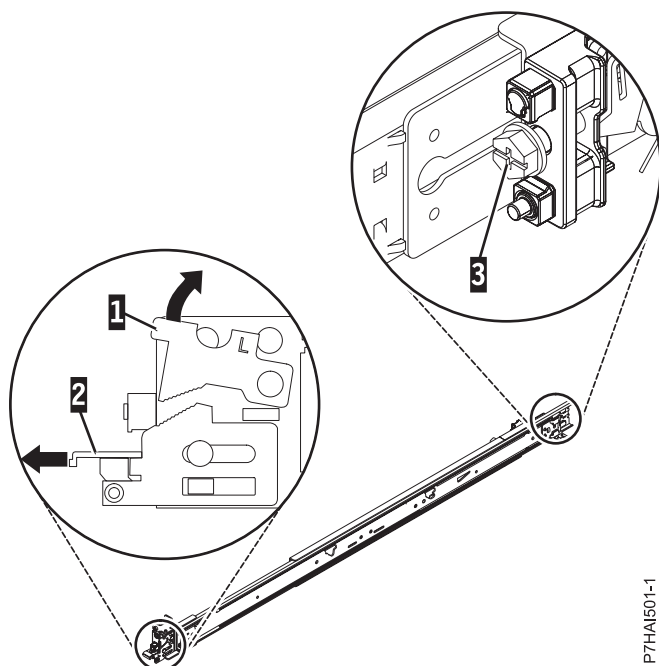

Figura 4. Apertura del pestillo frontal y extracción del tornillo posterior
1. Cada riel deslizante está marcado con una R (derecha) o con una L (izquierda). Seleccione los rieles deslizantes izquierdos (**L**) y desplace hacia arriba la pestaña movable frontal (**1**). A continuación, tire hacia afuera del pestillo frontal (**2**) para deslizar hacia fuera el riel frontal. Si se ha instalado un tornillo de mariposa en el riel deslizante (**3**), quítelo tal como se muestra en la Figura 4 en la página 7.